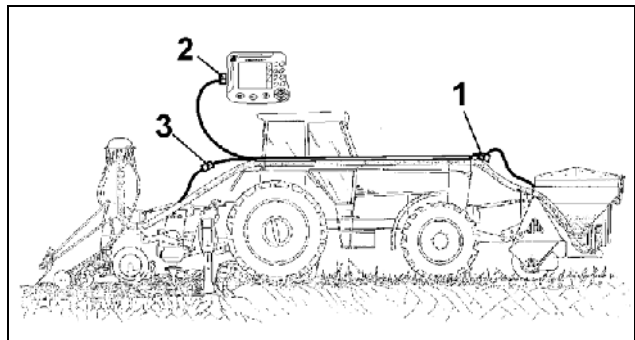

Fig. 45
Verlegen und befestigen Sie zusammen mit den Saatleitungsrohren den Kabelbaum (Fig. 45) am Traktor.
- Kombistecker vom Fronttank an Kabelbaum anschließen (Fig. 45/1, Fig. 46).
- Stecker von Säschiene an Kabelbaum anschließen (Fig. 45/3).
- Kabelbaum mit Maschinenstecker an die Traktorgrundausrüstung des **AMATRON 3** anschließen (Fig. 45/3, Fig. 47).